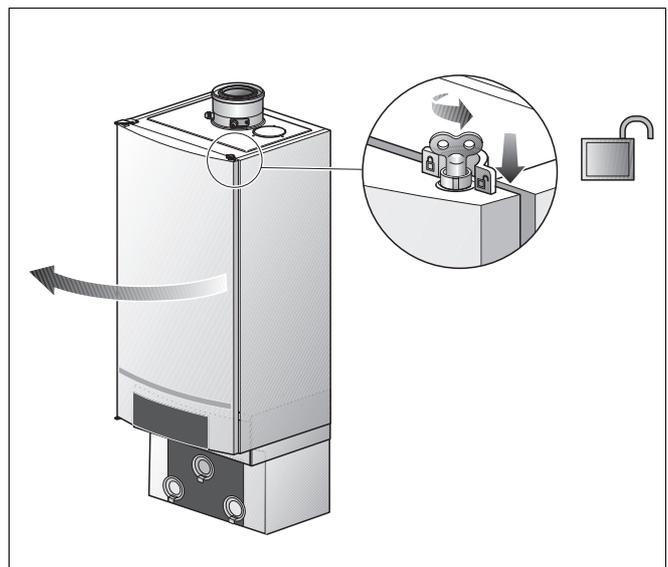

Fig. 25 Aprire il portello della caldaia
- Allentare di un quarto di giro la chiusura del portello della caldaia con la chiave di sfiato (fig. 25, **zoom**).
- Premere verso il basso la chiusura (fig. 25) e aprire il portello della caldaia.